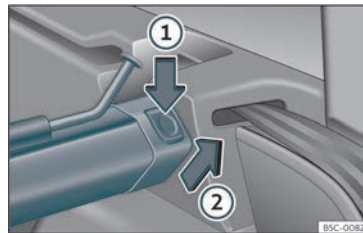

Fig. 132 Nel bagagliaio: smontare la rete divisoria.
- Premere il tasto di sblocco sinistro o destro >>> **fig. 132** nella direzione indicata dalla freccia (1).
- Rimuovere la scatola dal supporto nel senso della freccia >>> **fig. 132** (2).
- Premere la scatola nei supporti sinistro e destro nel senso contrario a quello della freccia >>> **fig. 132** ② fino allo scatto.